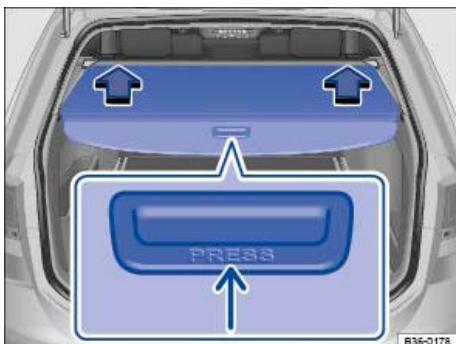

Abb. 124 Im Gepäckraum: Geschlossene Gepäckraumabdeckung.
- Auf den vorderen Bereich ⇒ Abb. 124 (kleiner Pfeil) der Gepäckraumabdeckung drücken. Die Gepäckraumabdeckung öffnet sich selbsttätig bis zur Mitte des Gepäckraums.
- Die Enden der Querstange in die Öffnungen links und rechts in die Seitenverkleidungen einhängen \Rightarrow Abb. 124 .